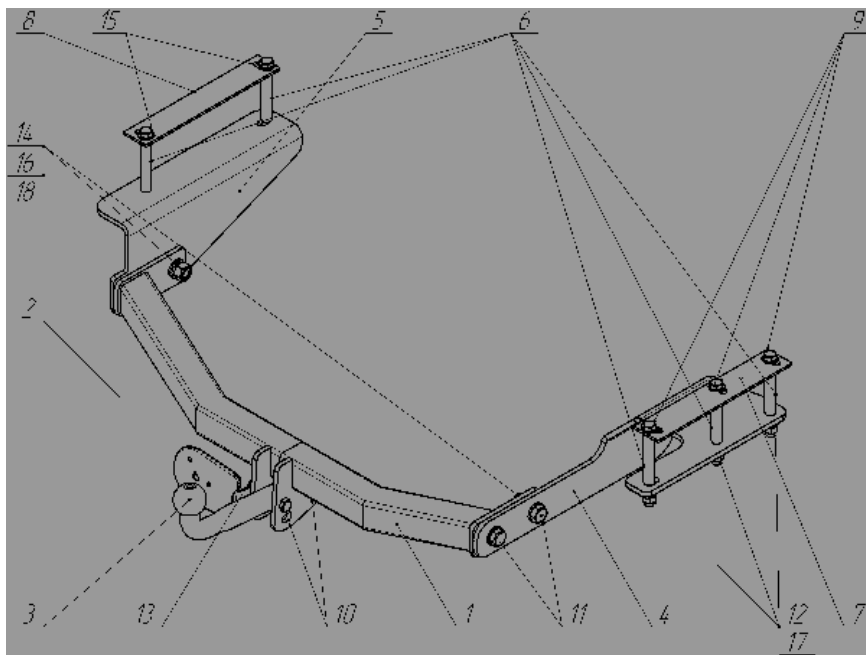

Рис.1.
- Расположить кронштейны ТСУ поз.4,5 (см. Рис.1) таким образом, чтобы их крайние отверстия совпали с отверстиями в лонжеронах автомобиля;